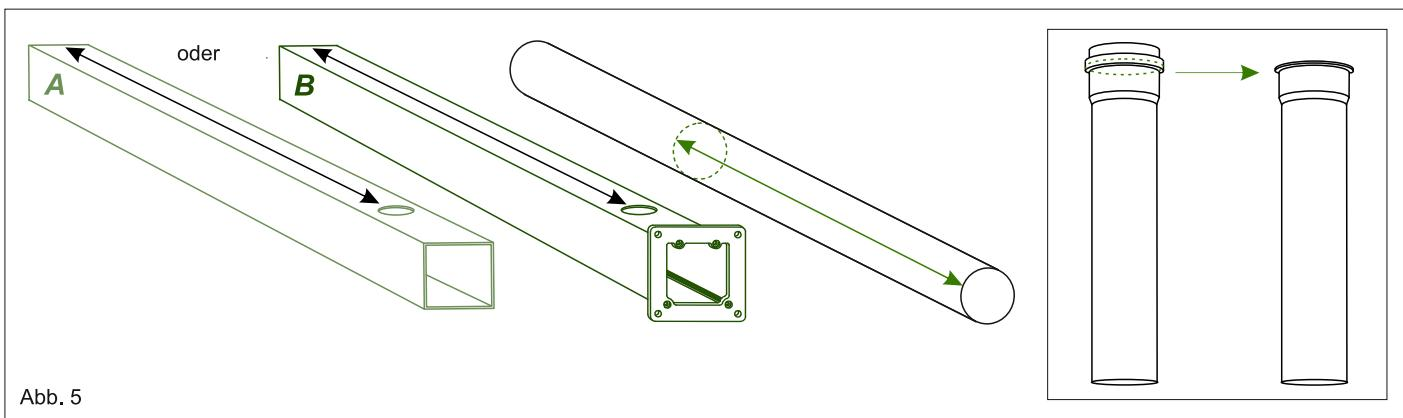

Abb. 5
4. 3. Beim oberen HT-Rohr soll die Nut, die Für Dichtgummi vorgesehen ist, weggeschnitten werden. Bitte beachten Sie dabei, dass die breite Kante des HT-Rohrs noch verbleiben soll, damit das HT-Rohr nicht durch die von Ihnen vorgefertigte Bohrung in der Rinne durchfallen kann. Siehe Abb. 5.